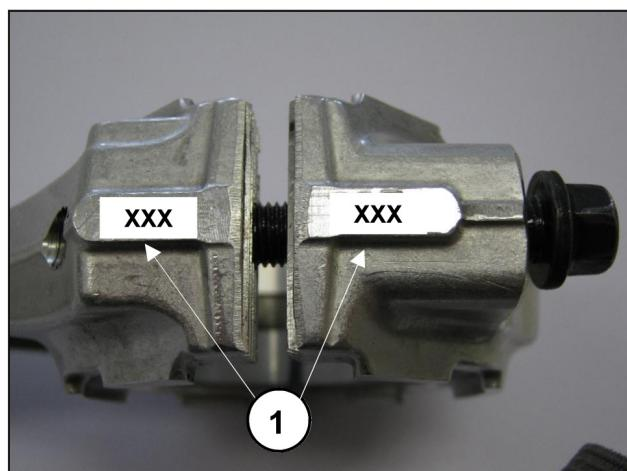

图9
- 将连杆帽连接到相应连杆柄，注意编号（图9，①）。注意连杆帽的正确安装方向。